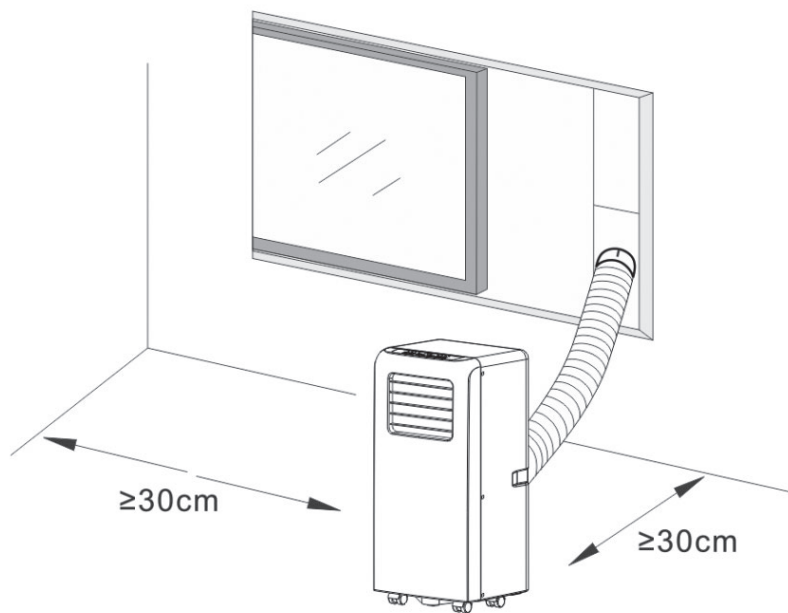

Fig. 3
- Die Klimaanlage muss auf einer ebenen und widerstandsfähigen Fläche installiert werden, die mindestens 30 cm um das Gerät herum leer ist, damit nichts den Luftauslass blockiert. (Siehe Abb. 3)